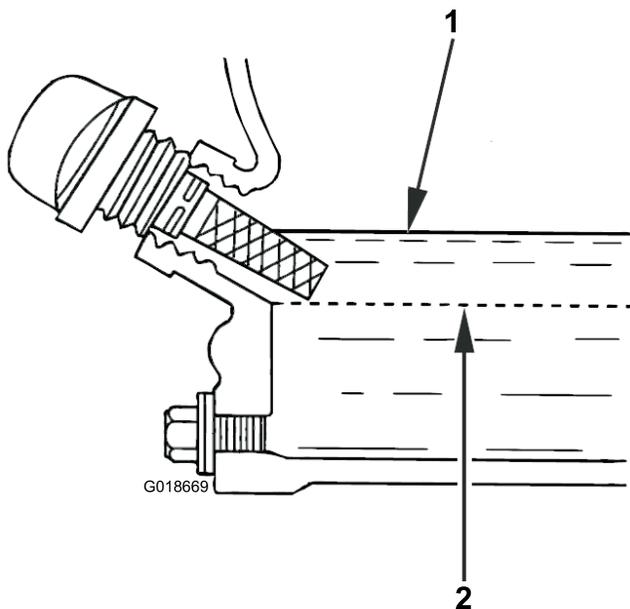

Figura 14
- Limpie el tapón de llenado/varilla e introdúzcalo en el orificio de llenado. No lo enrosque en el orificio. Luego retírelo y verifique el nivel de aceite. Si el nivel de aceite está en o cerca de la marca inferior de la varilla, añada solamente suficiente aceite para que llegue a la marca superior (borde inferior del orificio de llenado de aceite) (Figura 14). Vuelva a comprobar el nivel de aceite. No llene demasiado.